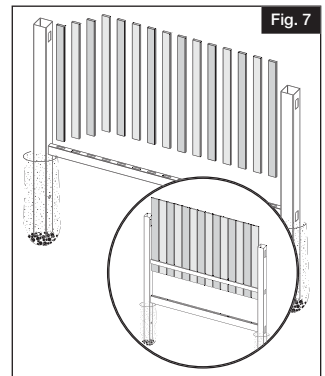

Fig. 7
- b. Starting from the left side, insert pickets/boards down into the bottom rail (Fig. 7).
- En partant du côté gauche, insérer les barreaux ou les planches dans la traverse inférieure (Fig. 7).